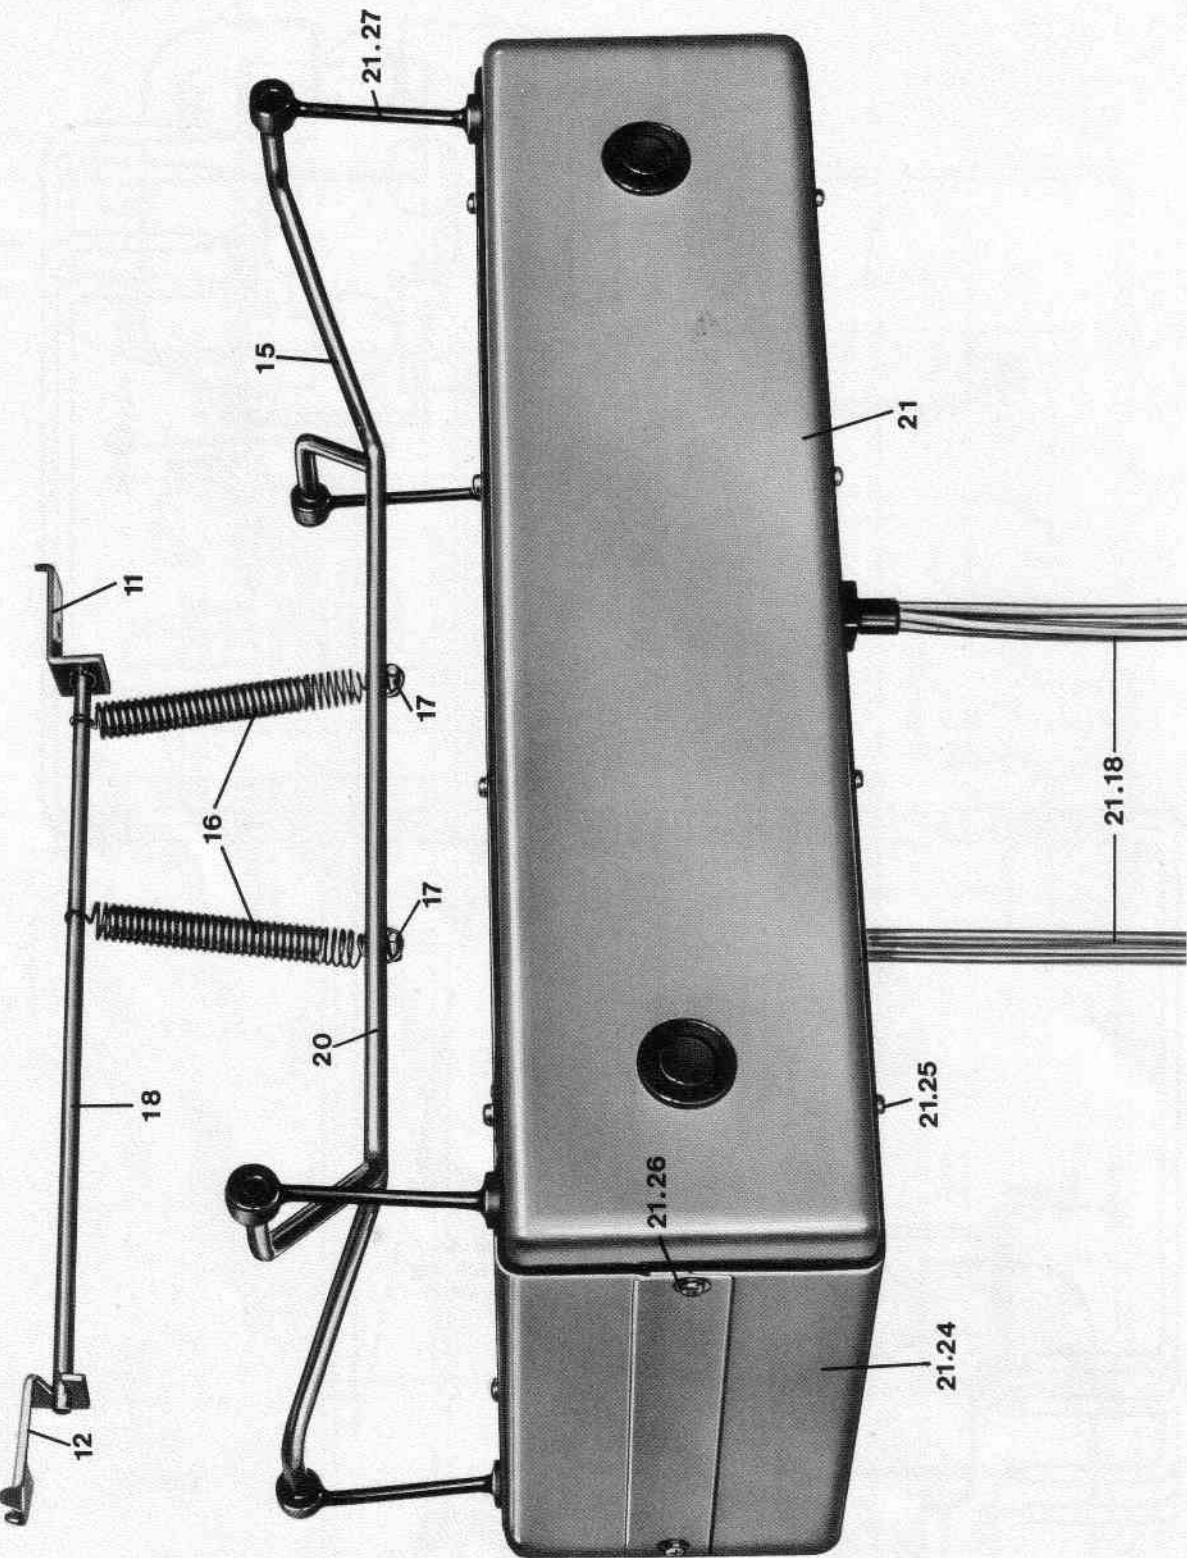

Abb. 5
Der Elektronik - Einschub ist soweit wie möglich herauszu ziehen und die Stecker der Halleinheit vom Verstärkerprint abzuziehen. Die zwei Innensechskantschrauben an der linken Seite des Gerätes sowie die zwei Innensechskantschrauben an der Trennwand zur Halleinheit (siehe Abb. 2) lösen und die Frontplatte des BX 15 abnehmen. Jetzt kann man die Stange (18) nach rechts aus der vorderen Halterung schieben. Aus der hinteren Klammer entfernt man die Stange durch Zug nach vorne (siehe Abb. 5). Durch Lösen der Kreuzschlitz schrauben lassen sich die beiden Gehäusehälften (21.24) abnehmen und man kann die Hallfedern auf folgende Fehler möglichkeiten absuchen:
The electronic module is to be removed as far as possible out of the housing and the connectors from the reverberation unit should be unplugged. Remove the two screws at the left side of the unit also the two screws at the board in the middle and pull out the front board of the BX 15. Press the bar (18) to the right side and remove it from the suspension. From the rear suspension remove the bar by pulling it to the front (see fig. 5). Remove the small screws and both parts of the housing (21.24) and check the reverb springs for the following possible faults: